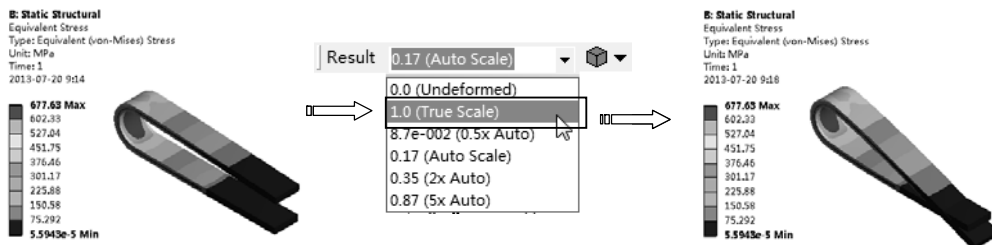

图 8-35 应力云图
3) 应力云图。在【Outline (分析树)】中选择【Solution (B6)】节点，单击其下的【Equivalent Stress】项 ，在图形窗口显示出应力云图。选择【Result】工具栏上的【1.0 (True Scale)】项，可真实显示应力云图，如图 8-35 所示。